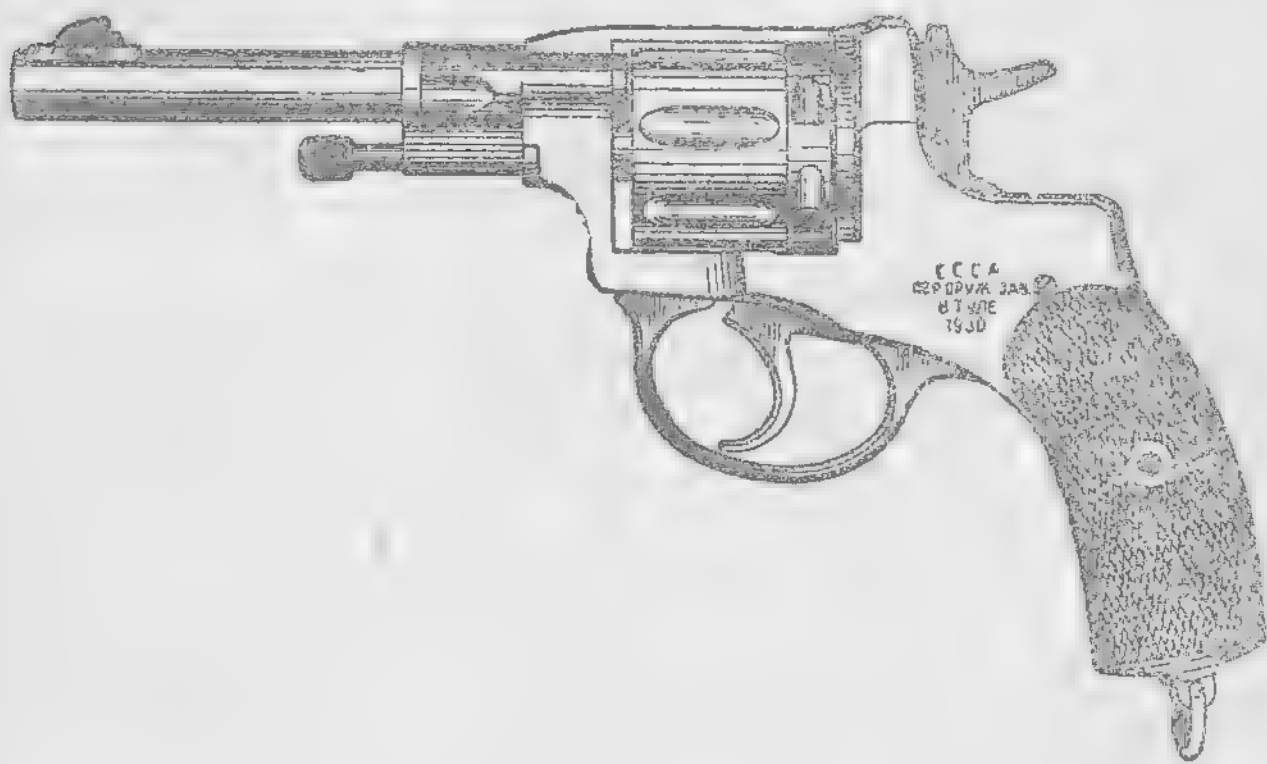
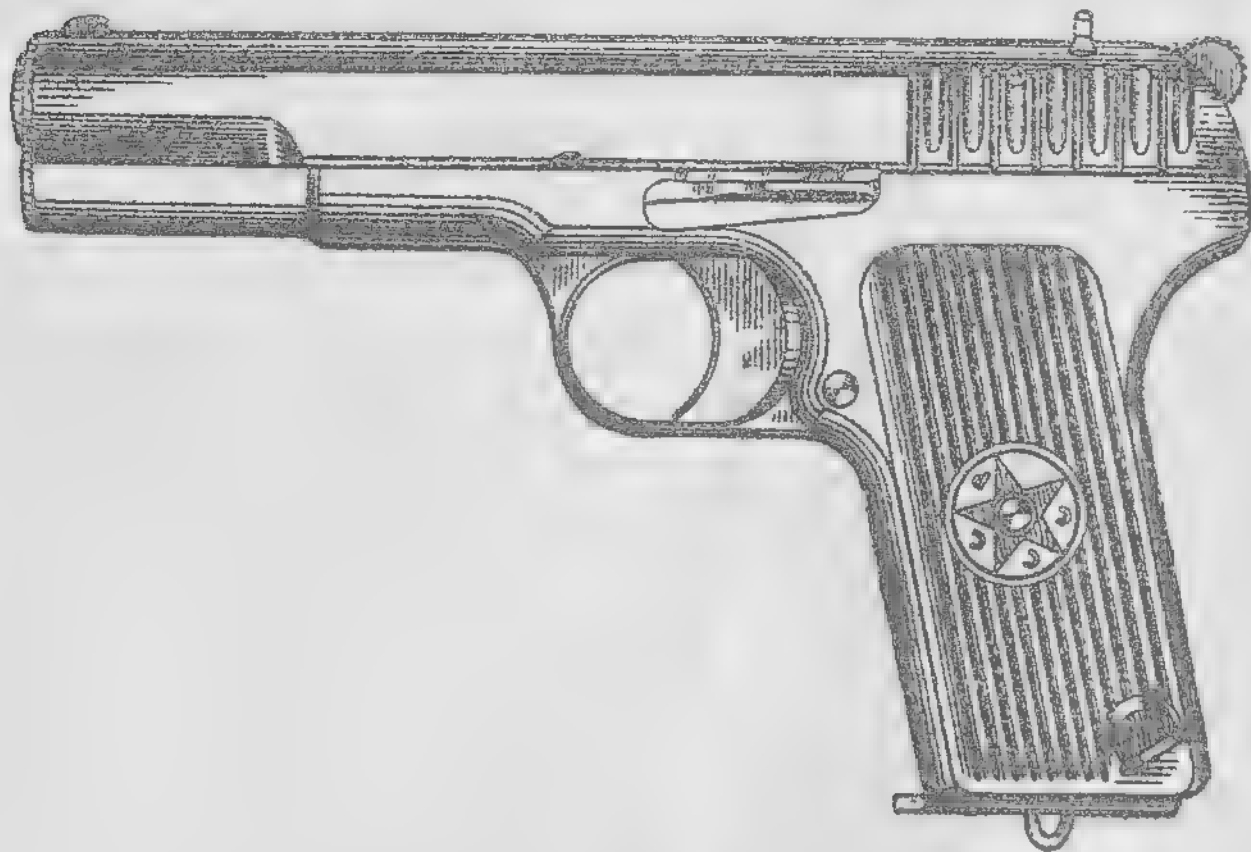

Рис. 1. Револьвер обр. 1895 г.
Рис. 2. Пистолет обр. 1930 г.
1. Револьвер обр. 1895 г. (рис. 1) и пистолет обр. 1930 г. (рис. 2) служат для нападения и защиты на близком расстоянии и в рукопашной схватке.